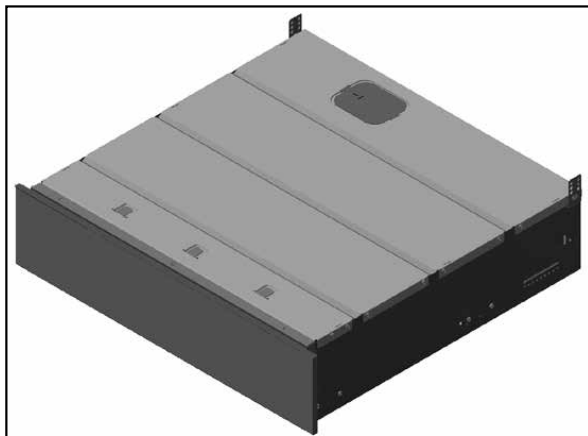

Fig. 1
- Nr. 1 confezionatrice (Fig. 1).